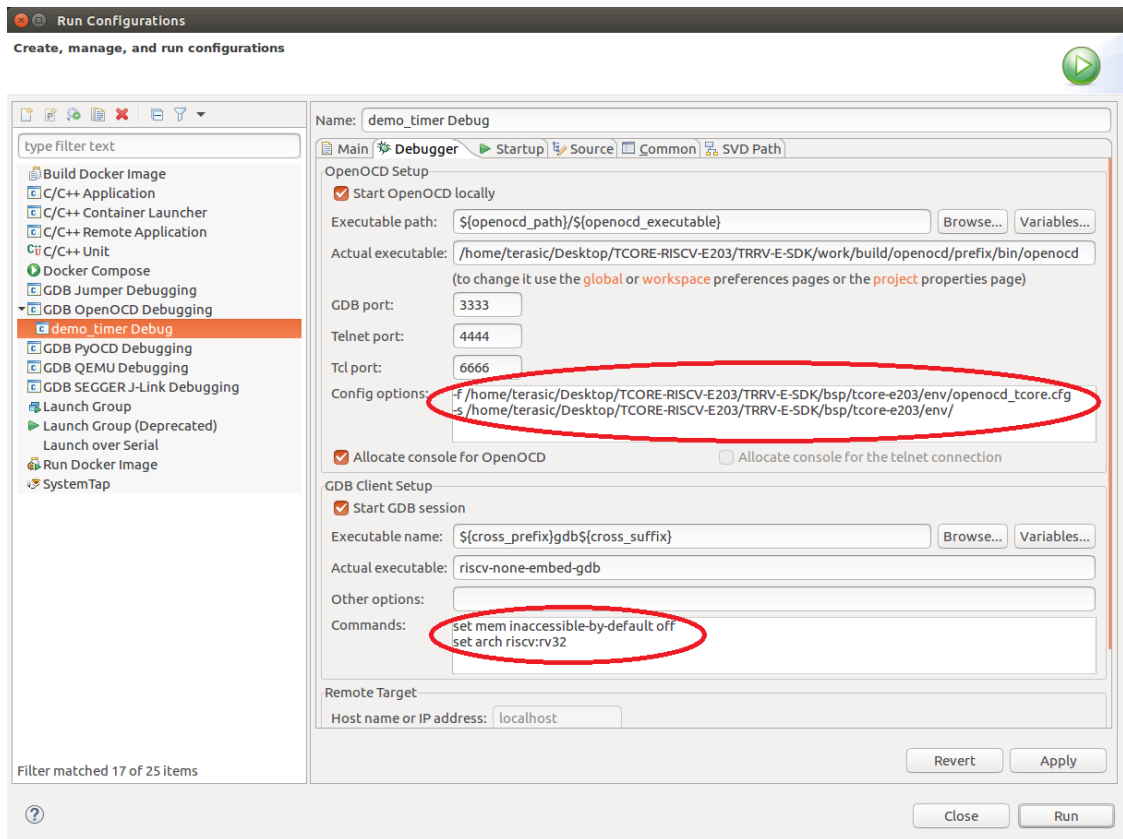

图4.2.16 运行配置
2. 选中 demo_timer 工程，右键点击 Run As -> Run Configurations..., 双击 GDB OpenOCD Debugging 会出现如图 4.2.16 所示的 demo_timer Debug 界面，在 Config options 中添加 "-f /home/terasic/Desktop/TCORE-RISC-V-E203/TRRV-E-SDK/bsp/tcore-e203/env/openocd_tcore.cfg" 和 "-s /home/terasic/Desktop/TCORE-RISC-V-E203/TRRV-E-SDK/bsp/tcore-e203/env/"，在 Commands 中添加 "set arch riscv:rv32"，点击 Run 运行 demo_timer 工程。